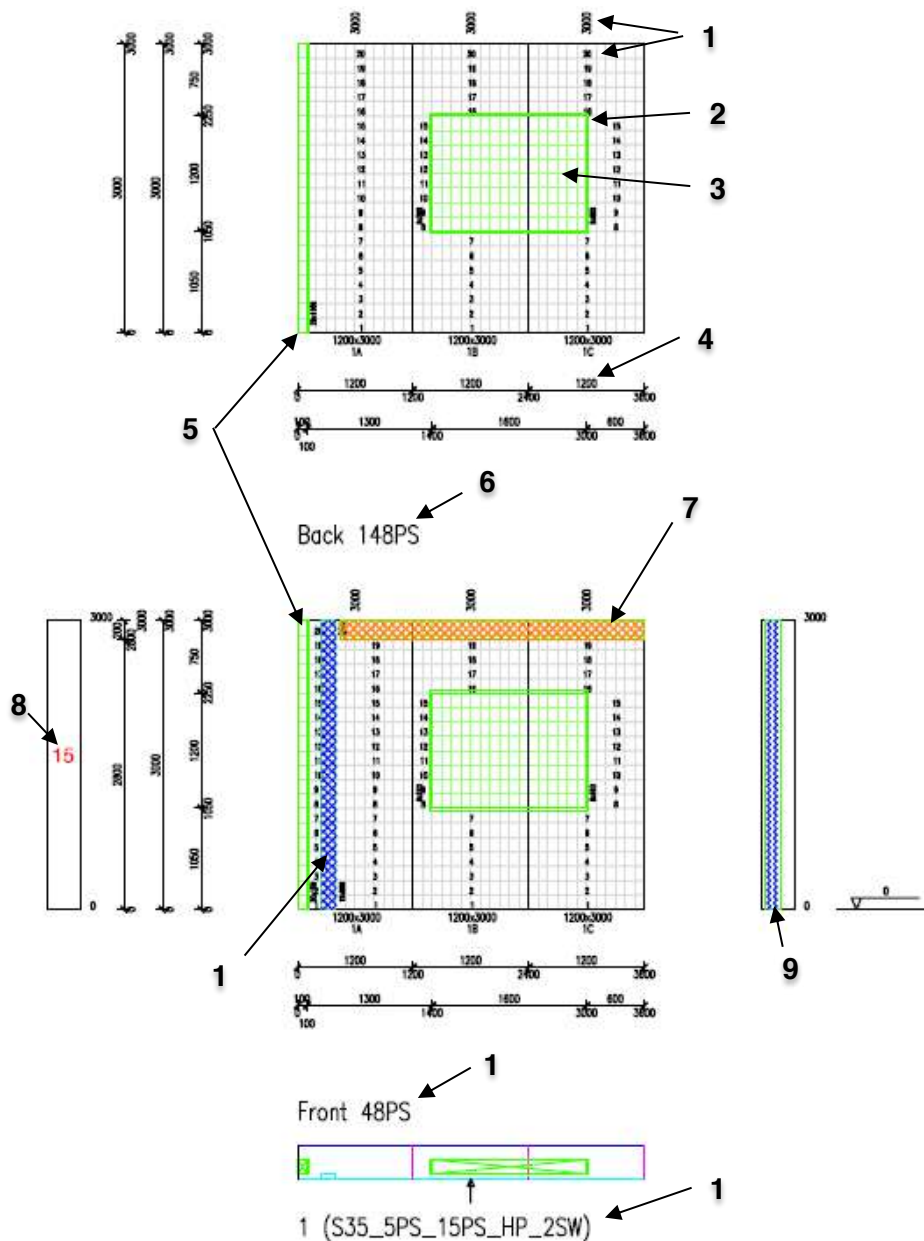

Figura 9 – Plano frontal y posterior
- 2. Apertura de 1600 mm x 1200 mm por 1050 mm de alto, ver figura 9.